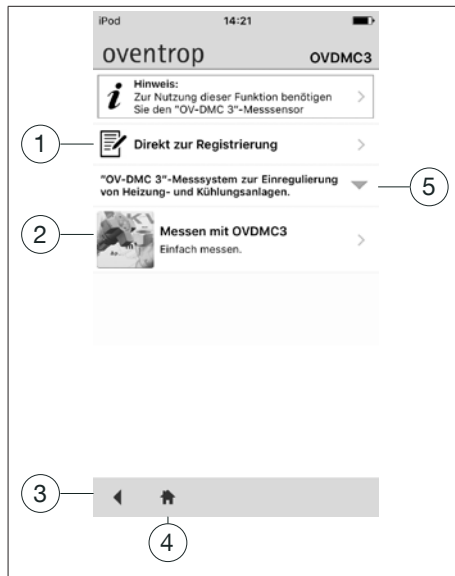

Abb. 2: „OV-DMC 3“
- ▷ Das Menü „**OV-DMC 3**“ öffnet sich. (siehe Abb. 2 auf Seite 4)